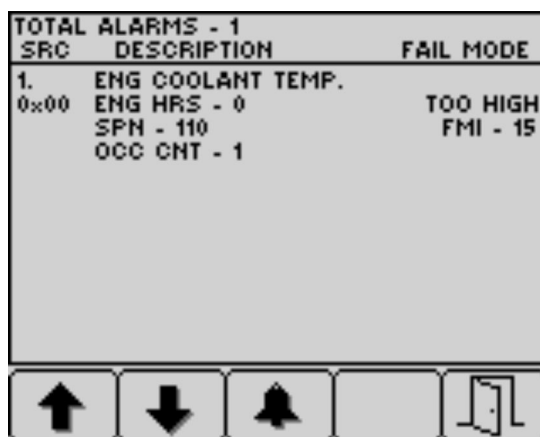

図 39
4. ボタン5を押すと不具合表示を出てホーム画面に戻る。 図 39
5. ボタン5を押すと不具合表示を出てホーム画面に戻る図 39 エンジン関係のアドバイス (ページ 32)を参照。